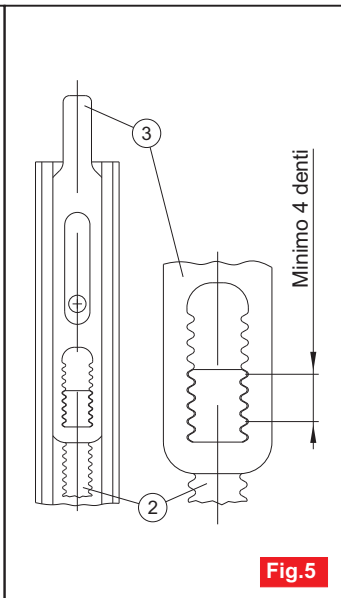

Fig.5
- Enganchar el puntal (3) a la varilla dentada (2) considerando que al menos 4 dientes de la varilla deben permanecer sujetos sobre el puntal y reinserirlos en el frontal **Fig.5**.